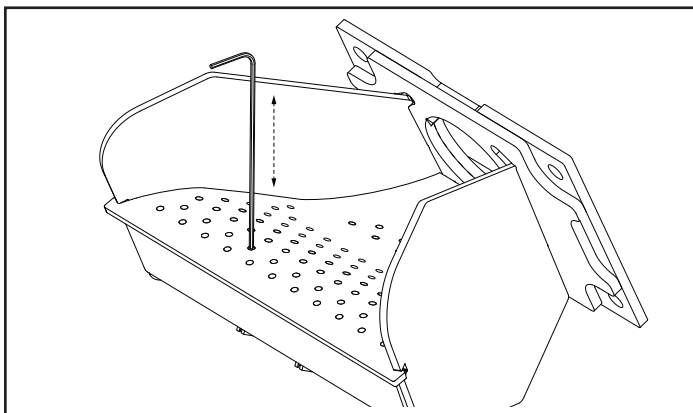

Figure 2.6
- Utilisez la clé Allen fournie pour éliminer toute accumulation éventuelle dans les trous de la grille du pot de combustion. Il suffit de pousser la clé Allen dans chaque trou afin de nettoyer toute accumulation en veillant bien à ne pas endommager l'allumeur durant cette procédure. Figure 2.6.